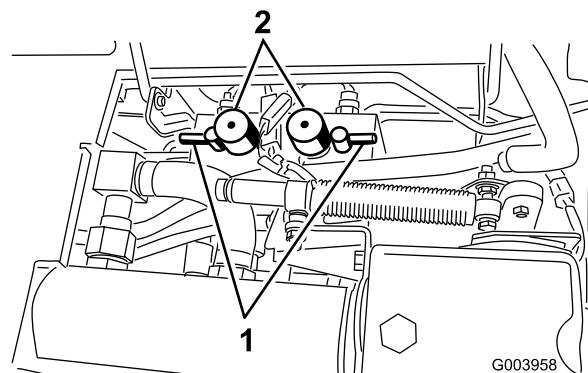

図 84
5. 両方のリール速度セクタを 1 にセットする (図 84)。